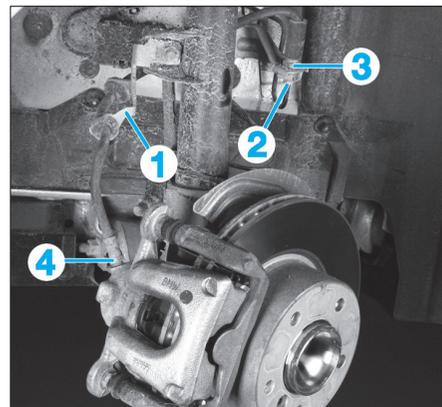

Fig. 5
- Extraire le flexible de frein du support (1) (Fig.5).
- Desserrer le raccord (2) du flexible de frein sur la conduite rigide.